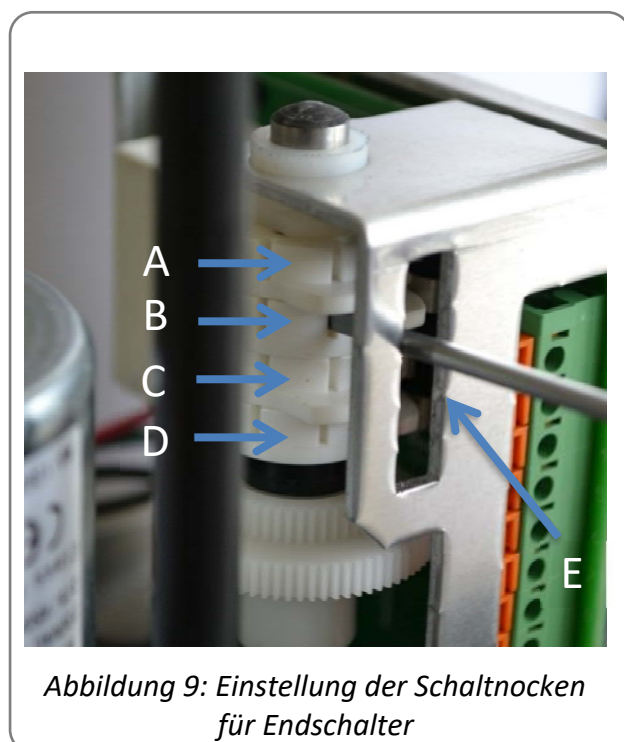

Abbildung 9: Einstellung der Schaltnocken
- Nocke des ZU-Endschalters (Abbildung 9; D) mit einem geeigneten Schraubendreher (4 mm Klingenbreite) soweit im Uhrzeigersinn drehen, bis der Mikroschalter hörbar klickt.
- Nocke des AUF-Endschalters (Abbildung 9; C) mit einem geeigneten Schraubendreher (4 mm Klingenbreite) soweit entgegen dem Uhrzeigersinn drehen, bis der Mikroschalter hörbar klickt.
Nutzen sie den in Abbildung 9 mit E gekennzeichneten Steg als Gegenlager für den Schraubendreher beim Einstellen der Schaltnocken!
- Nocke des ZU-Zusatz-Endschalters (Abbildung 9; B) mit einem geeigneten Schraubendreher (4 mm Klingenbreite) soweit im Uhrzeigersinn drehen, bis der Mikroschalter hörbar klickt.
- Nocke des AUF-Zusatz-Endschalters (Abbildung 9; A) mit einem geeigneten Schraubendreher (4 mm Klingenbreite) soweit entgegen dem Uhrzeigersinn drehen, bis der Mikroschalter hörbar klickt.